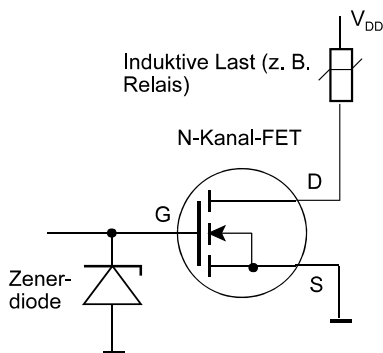

Abb. 3
8. Abb. 3 zeigt eine Leistungsschaltung mit N-Kanal-FET.